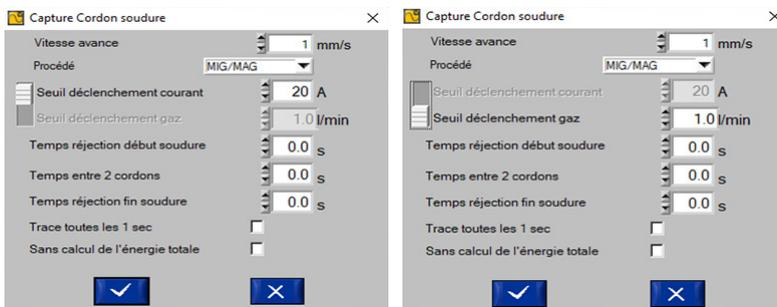

Fig.2 : paramètres de la capture de cordon
- Le seuil de déclenchement : valeur du courant ou du débit au dessus de laquelle l'acquisition d'un cordon démarre et en dessous de laquelle l'enregistrement du cordon s'arrête (a fig. 2 et schéma).
- Le temps entre 2 cordons : Temps entre 2 cordons de soudure. L'enregistrement s'arrête au-delà de cette durée (c fig. 2 & schéma).
- Temps réjection début/arrêt soudage : Durée en début et en fin de réalisation de cordon durant laquelle l'enregistrement n'a pas lieu pour que la mesure ne soit pas impactée par les phases montantes et descendantes de l'intensité. (b & d fig.2 & schéma).